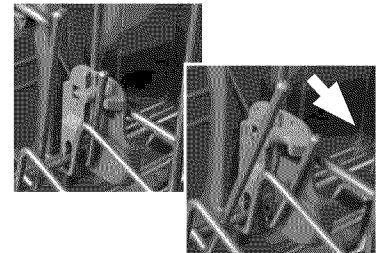

Ilustración 4
2. Agarre la parte superior de la rejilla arriba de las agarraderas de la rejilla superior con ajuste automático de altura y jálela hacia arriba como se muestra en la Ilustración 4 hasta que las agarraderas bloqueen la rejilla en su posición (no es necesario presionar las agarraderas de la rejilla superior con ajuste automático de altura para subir la rejilla).